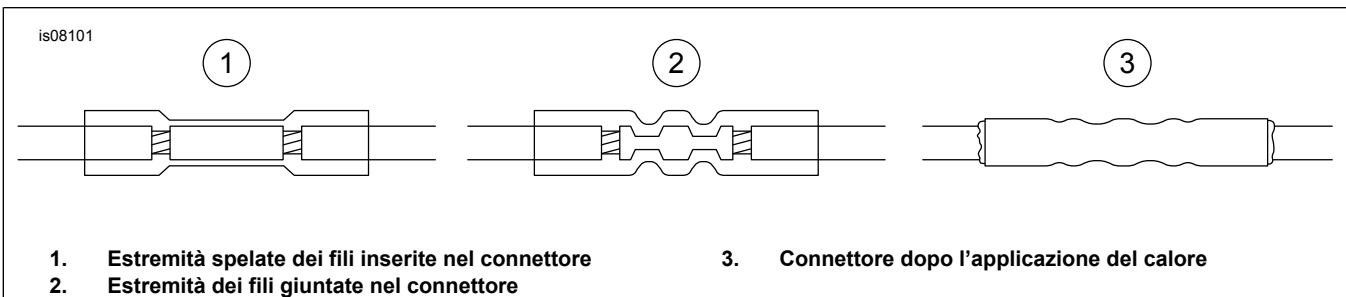

Figura 2. Installazione dei connettori a giunto di testa a tenuta
- f. Vedere Figura 2. Inserire ciascuna estremità nelle estremità opposte di un connettore per giunti di testa.
- h. Vedere Figura 2. Utilizzando l'Ultratorch UT-100 (H-D 39969), la pistola termica Robinair (H-D 25070) con accessorio per la termoretrazione (H-D 41183) o altro dispositivo a riscaldamento radiante adatto, riscaldare il giunto per incapsulare il collegamento del giunto di testa. Riscaldare dal centro del giuntaggio verso ciascuna estremità, finché il sigillante a fusione non fuoriesca da entrambe le estremità del connettore.